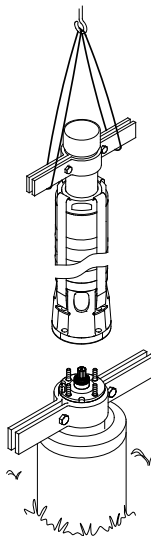

Fig. 16 Pumpen løftes på plads
3. Løft pumpedelen ved hjælp af rørbøjler som monteres på stigerøret. Se fig. 16.